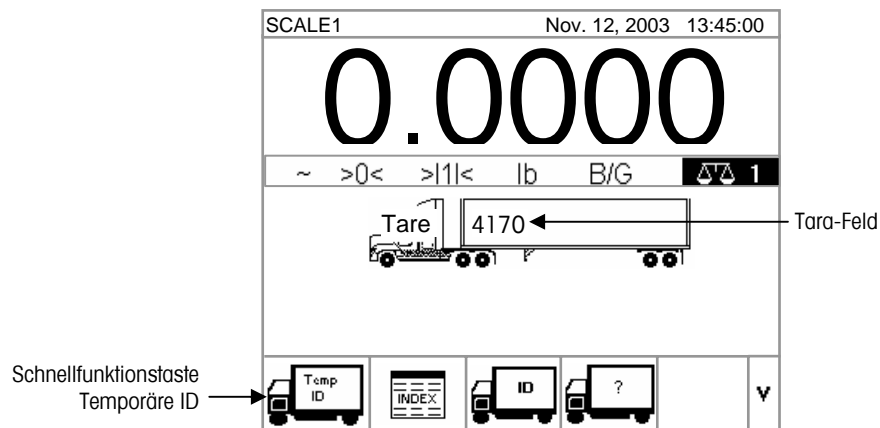

Abbildung 2-9: Standardwägebildschirm
1. Im Standardgewichtsbildschirm (Abbildung 2-9) wird der Tarawert über das numerische Tastenfeld in das Tarafeld eingegeben, BEVOR die Schnellfunktionstaste TEMPORÄRE ID gedrückt wird.